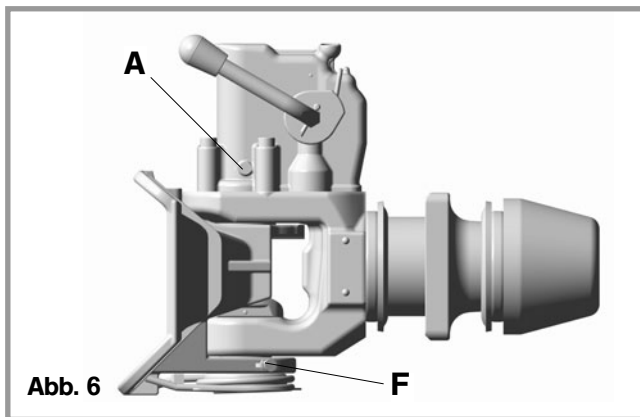

Abb. 6
- Bei schweren Einsatzbedingungen, starker Schmutz- und Wassereinwirkung die Automateinheit (**A**) bei geöffneter Kupplung nachfetten (s. Abb. 6):
- Unteres Fangmaullager (**F**, Abb. 6) schmieren: Empfehlung EP3